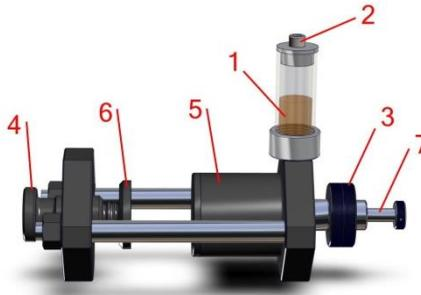

Abb. 5.5.1
1. Entfernen Sie die Zubehörmontage Mutter (Bild 5.5.1, Pos 3) aus dem Tragrahmenvon vom Hochdruckfestigkeits Zubehör.
2. Schieben Sie das Hochdruckfestigkeits Zubehör auf den beweglichen Spannarm (Bild 7.3, Teil 12) vom Stärke Maschine. Ersetzen Sie die Befestigungsmutter (Abb. 5.5.1, Pos. 3) und ziehen sie Diese fest an um das Zubehör auf dem beweglichen Spannarm der Stärke Maschine zu sichern. (Siehe Abb 5.5.2).
3. Von Hand, die Schubstange schnell bewegen (Abb 5.5.1, Pos 7) ein und aus, Beobachten bis keine Luftblasen mehr durch den Ölbehälter mehr aufsteigen (Bild 5.5.1, Pos. 1). Sobald Luftblasen im Öl sowie im Ölbehälter entweichen, wiederholen Sie diesen Vorgang. Wiederholen Sie diesen Vorgang, bis keine Luftblasen mehr zu sehen sind welche im Öl und innerhalb des Ölbehälters.
Abb. 5.5.1 zeigt den Korrekten Einbau des Zubehörs zur Ermittlung der Biegefestigkeit (Modell 42104K) in das Digitale Gasdurchlässigkeitsprüfgerät, Modell 42104.